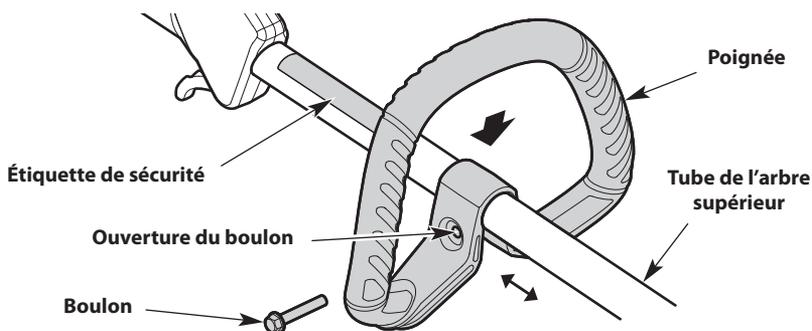

Fig. 8
1. Poussez le manche sur le tube supérieur de l'arbre (Fig. 8). Assurez-vous que la ouverture du boulon font face vers la droite (Fig. 8).
2. Insérez le boulon dans son trou et poussez-le à travers (Fig. 8). Serrer la boulon avec un tournevis à tête plate, mais ne pas serrer la boulon complètement.
3. Maintenez l'unité en position d'utilisation (Fig. 14). Déplacez le manche vers le haut ou le bas sur le tube supérieur pour trouver une position confortable (Fig. 8). S'assurer que la poignée est placée au-delà de l'extrémité de l'étiquette de sécurité (Fig. 8).
1. Desserrer le boulon avec un tournevis à tête plate (Fig. 8).
2. Maintenez l'unité en position d'utilisation (Fig. 14). Déplacez le manche vers le haut ou le bas sur le tube supérieur pour trouver une position confortable (Fig. 8). S'assurer que la poignée est placée au-delà de l'extrémité de l'étiquette de sécurité (Fig. 8).